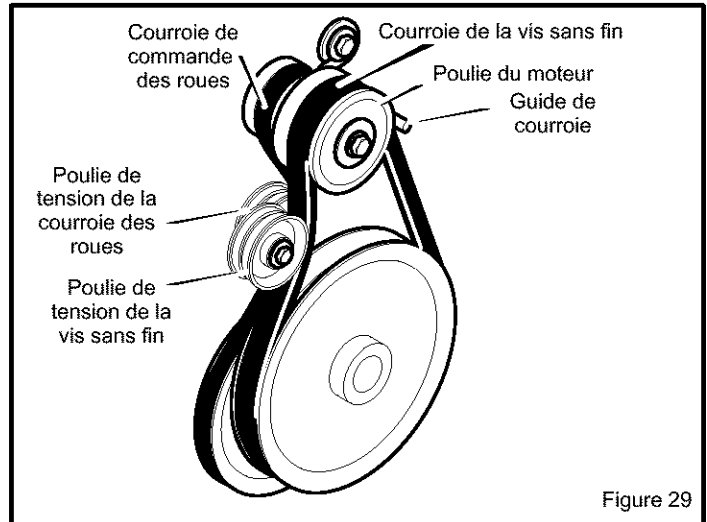

Figure 29
3. Desserrer l'écrou sur la poulie de tension et pousser la poulie de tension vers la courroie d'environ 1/8 po (3 mm) (voir Figure 29).
COURROIE DE LA VIS SANS FIN (VOIR FIGURE 29)
6. Relâcher le guide de courroie et le tirer de la courroie de la poulie de tension. Voir Figure 29.
7. Desserrer les guides de courroie et les écarter de la poulie de tension. Voir Figure 29.